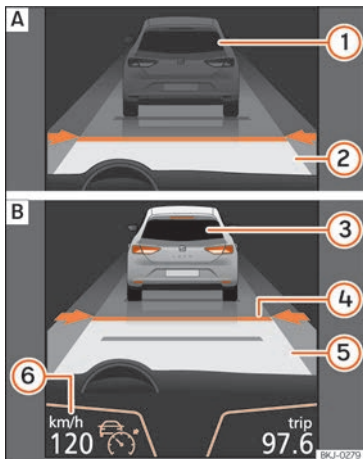
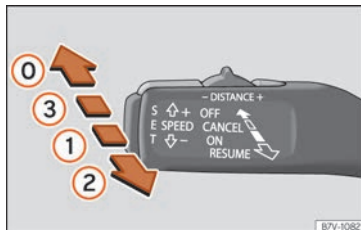
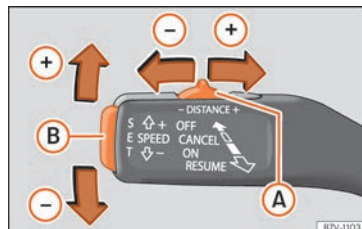
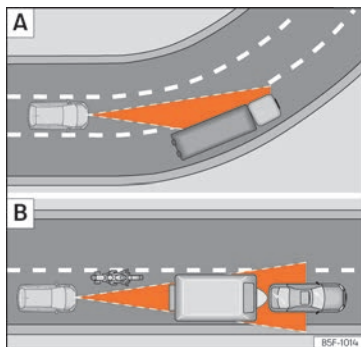

Abb. 255 Am Bildschirm des Kombi-Instruments: **A** | ACC inaktiv (Standby). **B** | ACC aktiv.
Abb. 256 Links an der Lenksäule: dritter Hebel für die Bedienung der ACC.
Abb. 257 Links an der Lenksäule: dritter Hebel für die Bedienung der ACC.
Abb. 258 [A] Fahrzeug in einer Kurve. [B] Vorausfahrender Motorradfahrer außerhalb des Erfassungsbereichs des Radarsensors.
Bildschirmanzeigen » **Abb. 255:**
Wenn die ACC eingeschaltet ist, schaltet sich auf der Schalttafel die grüne Kontrollleuchte ein (☑) und auf dem Bildschirm werden die programmierte Geschwindigkeit und der Zustand der ACC angezeigt » **Abb. 255**.
- Um die ACC zu aktivieren, bewegen Sie den Hebel in die Position **ON** »» Abb. 256 ①. Zu diesem Zeitpunkt ist das ACC nicht aktiv und es ist keine Geschwindigkeit programmiert.
- Drücken Sie anschließend die Taste **SET** »» Abb. 257 ② oder bewegen Sie den Hebel in die Position **RESUME** »» Abb. 256 ②. In diesem Moment wird die ACC aktiviert und die aktuelle Geschwindigkeit und der Abstand werden programmiert. Die Anzeige am Kombi-Instrument wechselt in den Modus **Aktiv** »» Abb. 255 ③.
- Zur Programmierung der Geschwindigkeit schieben Sie den dritten Hebel nach oben ⬆ oder nach unten ⬇ bis zur gewünschten Geschwindigkeit »» Abb. 255 ④. Die Einstellung der Geschwindigkeit erfolgt in Schritten von 10 km/h (6 mph).
- Falls Sie die Geschwindigkeit in Schritten von 1 km/h (0,6 mph) erhöhen möchten, bewegen Sie den Hebel in die Position **RESUME** »» Abb. 256 ② bzw. drücken Sie zur Reduzierung die Taste **SET** »» Abb. 257 ②.
- Um das Abstandsniveau zu erhöhen oder zu reduzieren, bewegen Sie die Taste **A** nach rechts oder links »» Abb. 257.
Am Bildschirm des Kombi-Instruments wird das ausgewählte Abstandsniveau geändert »» Abb. 255 ④. Sie können aus 5 verschiedenen Abstandsniveaus auswählen. SEAT empfiehlt das Niveau 3. Der programmierte Abstand kann während der Fahrt oder bei Fahrzeugstillstand geändert werden »» ④.
»» Abb. 256 ⑤. In diesem Moment erscheint der Text **ACC deaktiviert** und die Funktion ist vollständig deaktiviert.
Die Beschleunigung des Systems lässt sich jederzeit durch Betätigen des Bremspedals oder Drücken des dritten Hebels bis zur Position **CANCEL** »» **Abb. 256**  unterbrechen.
Beim Ein- oder Ausfahren einiger Kurve kann es vorkommen, dass der Radarsensor das vorausfahrende Fahrzeug nicht mehr erfasst oder auf ein Fahrzeug auf der Nebenspur reagiert »» **Abb. 258** . Es ist möglich, dass das Fahrzeug unnötigerweise bremst oder nicht mehr auf das vorausfahrende Fahrzeug reagiert. In diesem Fall muss der Fahrer eingreifen, indem er beschleunigt oder durch Betätigen des Bremspedals oder Drücken des dritten Hebels bis zur Position **CANCEL** »» **Abb. 256**  den Bremsvorgang abbricht.
Der Radarsensor kann schmale oder versetzt fahrende Fahrzeuge nur erkennen, wenn sich diese innerhalb seiner Reichweite befinden »» **Abb. 258** . In diesen Fällen müssen Sie bei Bedarf selbst bremsen.